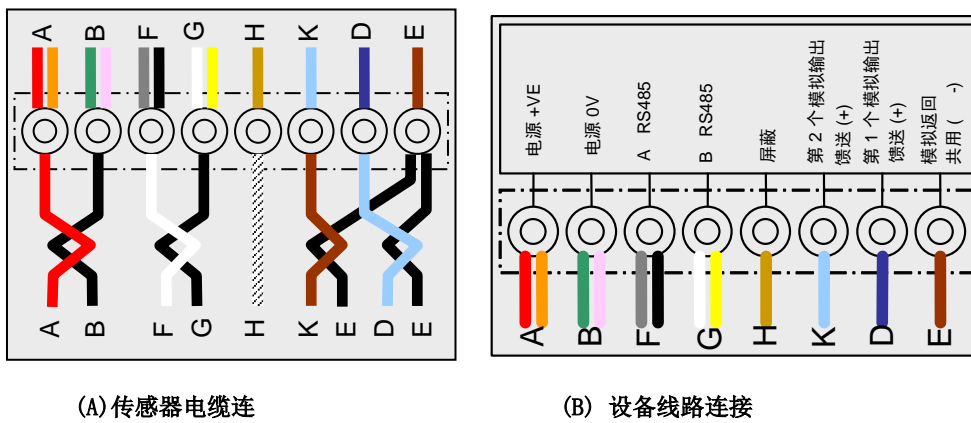

图 27: 接线图
- 按照旋转接头的示意图连接到端子，如图 27 所示。
- 通过外壳电缆密封套引入设备电缆，并截成所需长度。按照盖子的示意图将设备电缆连接至固定接线盒，如图 27 所示